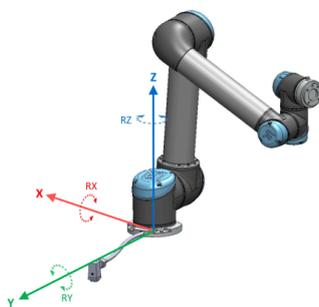

Abbildung 16.1: Basisfunktion
- Die Basisfunktion hat ihren Ursprung im Zentrum der Roboterbasis (siehe Abbildung 16.1)